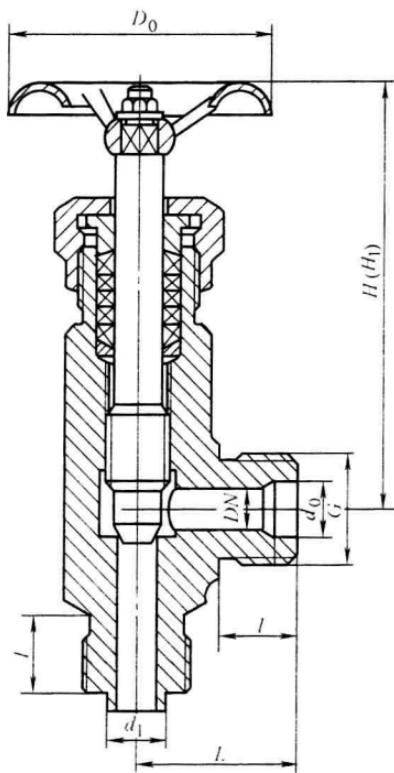
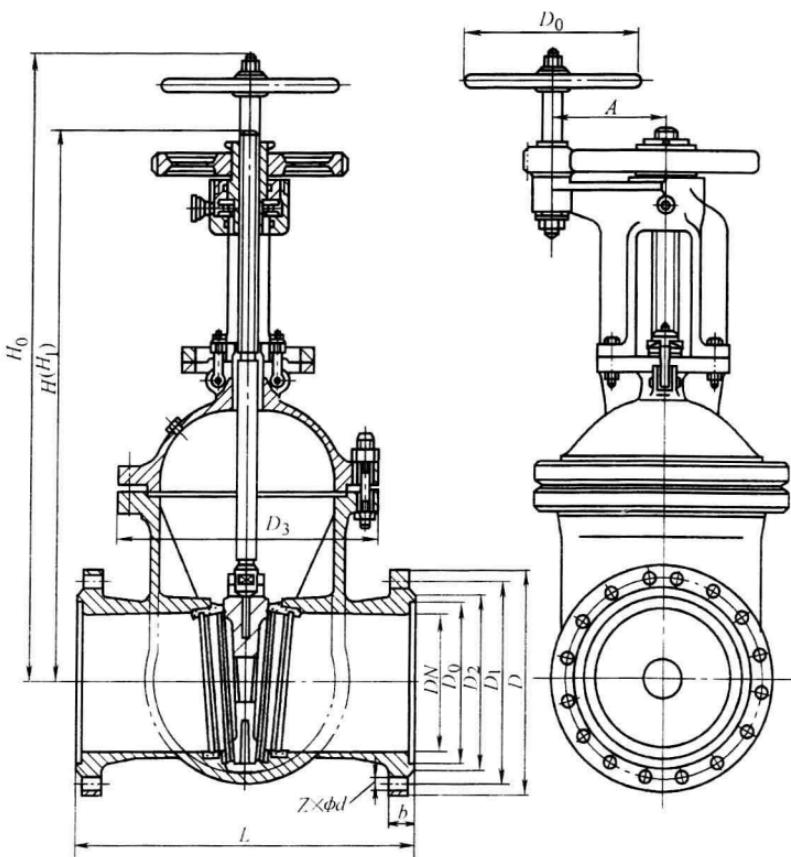
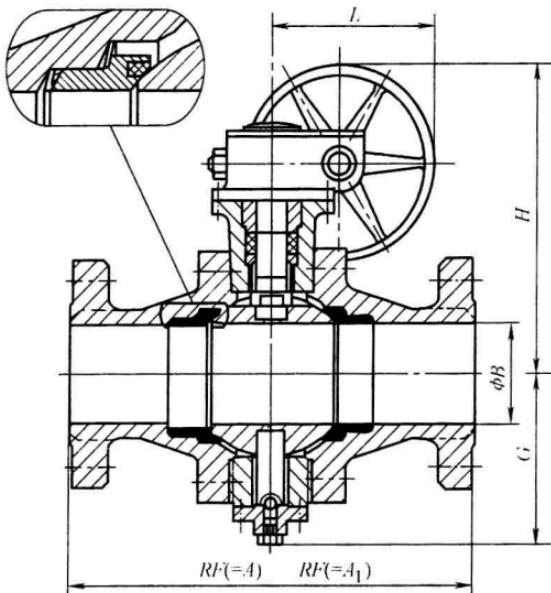
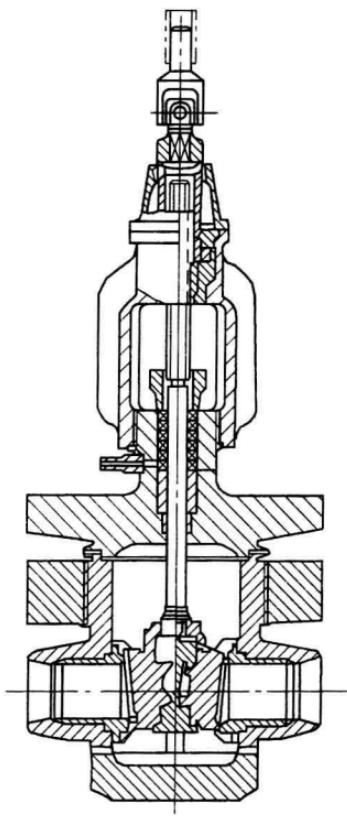

图 1-8 手轮操纵的截止阀
图 1-9 直齿圆柱齿轮传动闸阀
图 1-10 蜗杆传动球阀
图 1-11 万向联轴器传动闸阀
1) 手动: 借助手轮、手柄、杠杆或链轮等, 由人力来操纵的阀门。当需传递较大的力矩时, 可安装蜗轮蜗杆、锥齿轮、直齿轮等减速装置。图 1-8 为手轮操纵的截止阀。图 1-9 为直齿圆柱齿轮传动的闸阀。图 1-10 为蜗杆传动的球阀。图 1-11 为万向联轴器作远距离操纵的闸阀。